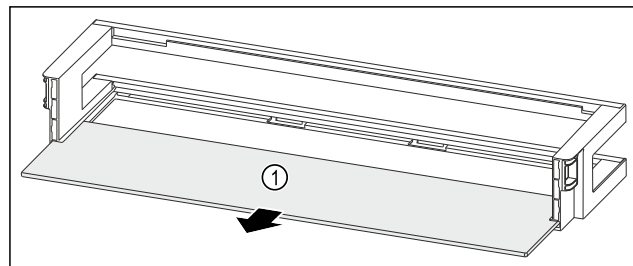

Fig. 126 Рафт на врата с рафт
- ▶ Сваляте рафта Fig. 126 (1).